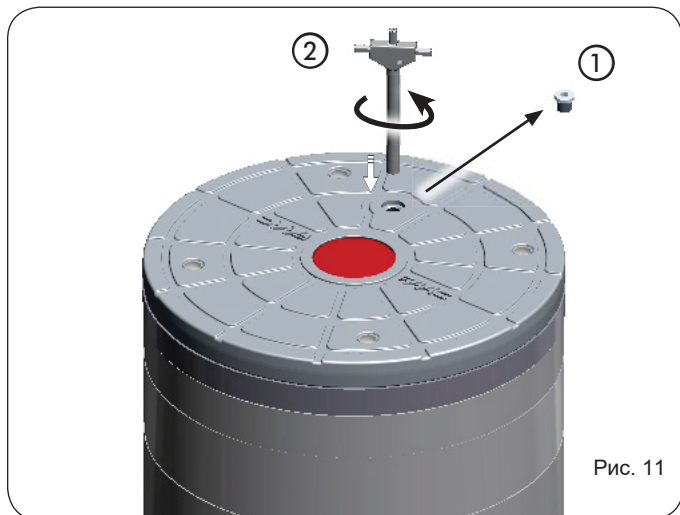

Рис. 11
- 1.Открутите винт-заглушку, расположенный в головной части тумбы (рис.11, обозначение (1)).
- 3.Поверните ключ против часовой стрелки, чтобы опустить тумбу (рис.11, обозначение (2)).